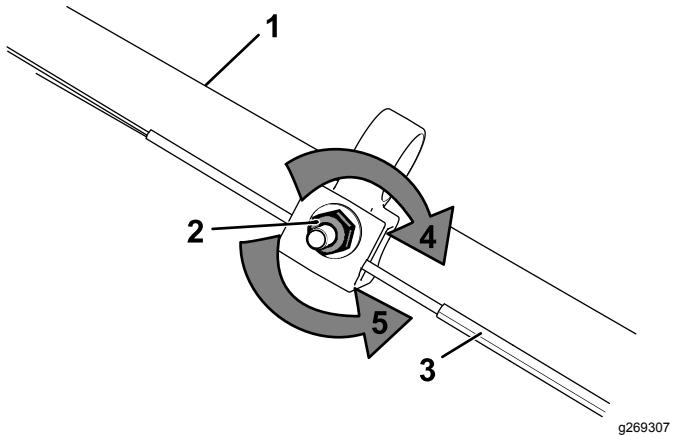

Рисунок 30
- Поверните регулировочную гайку против часовой стрелки, чтобы ослабить натяжение троса (Рисунок 30).
2. Отрегулируйте натяжение троса (Рисунок 30), потянув его назад или вперед, затем удерживайте в этом положении.